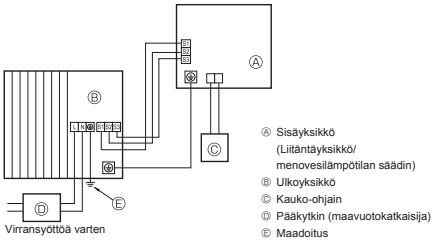
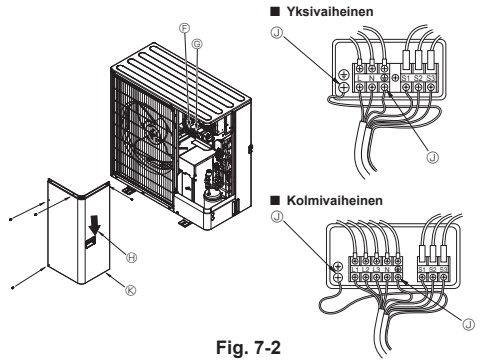

Fig. 7-1
Fig. 7-2
7.1. Ulkoyksikkö (Fig. 7-1, Fig. 7-2)
① Irrota huoltopaneeli.
② Johdota kaapelit Fig. 7-1 ja Fig. 7-2 mukaisesti.